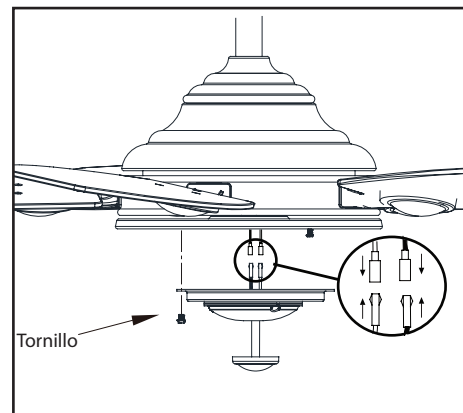

Figura 15
3. Quita un tornillo de la carcasa del kit de luces y afloja, pero no quites, los otros dos. Conecta los cables del conjunto del soporte del kit de luces a los cables del conjunto motor-ventilador uniéndolos a los enchufes moldeados del adaptador. Coloca con cuidado todos los cables y empalmes dentro de la caja del interruptor. (Figura 15)
cabezas de los dos tornillos aflojados encajen en las ranuras tipo ojo de cerradura. Gira el conjunto del soporte kit de luces hacia la derecha y aprieta los tornillos. Vuelve a instalar el tornillo que retiraste en el paso 3 y apriétalo firmemente. (Figura 15)